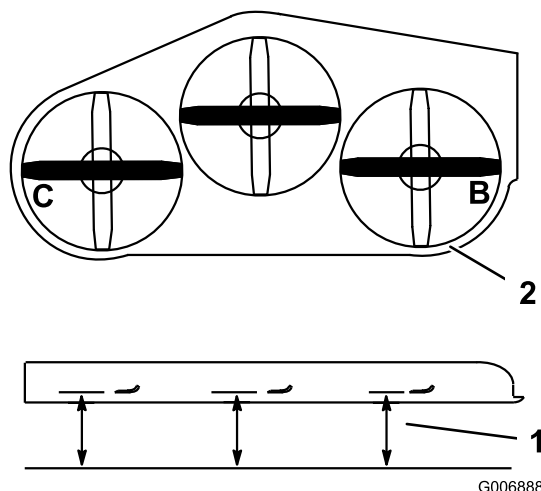

Figura 74
2. Mida en las posiciones **B** y **C** desde una superficie nivelada hasta el filo de corte de los extremos de la cuchilla (Figura 74).